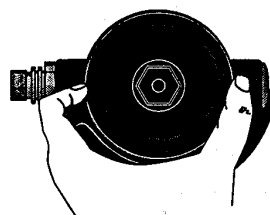
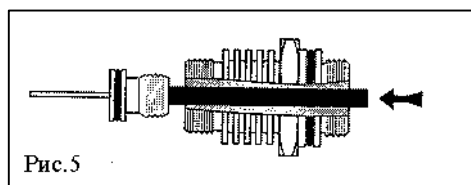

Рис. 3
Рис.5
- Извлеките фиксирующую шайбу (21) диафрагмы (20), аккуратно подцепив ее кончиком отвертки или ногтем, затем снимите саму диафрагму (20). (см. рис. 3 и 4).
- Используя рожковый ключ на 19мм, открутите штуцер (26). Снимите со штуцера уплотнительное кольцо (14).
- Используя большую отвертку с плоским шлицем шириной 7 мм, открутите седло клапана (27) и вытолкните его из штуцера пластиковым торцом монтажного приспособления. Снимите с седла (27) уплотнительное кольцо (28). Рис. 5.